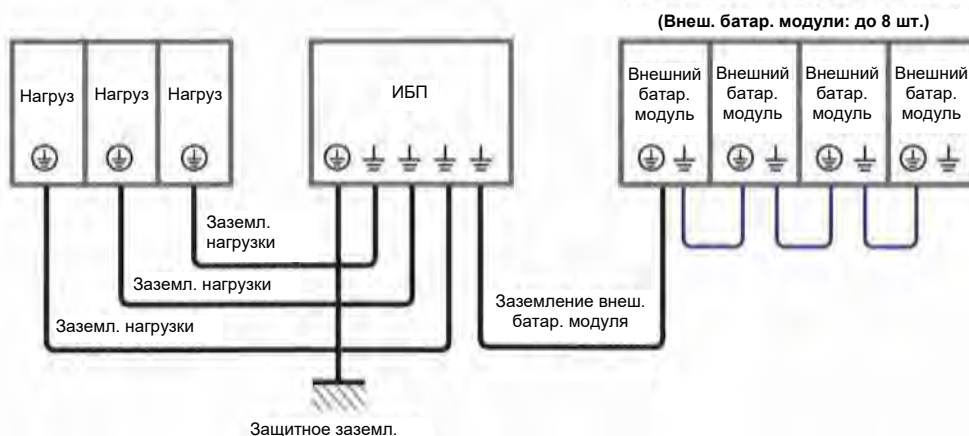

Рисунок 5-13: Схема заземления, один ИБП
- 10 См. **Рисунок 5-13** для заземления ИБП, внешнего батарейного модуля (модулей) и важных нагрузок.
- 4 См. **Рисунок 5-13** для заземления ИБП, внешнего батарейного модуля (модулей) и важных нагрузок.